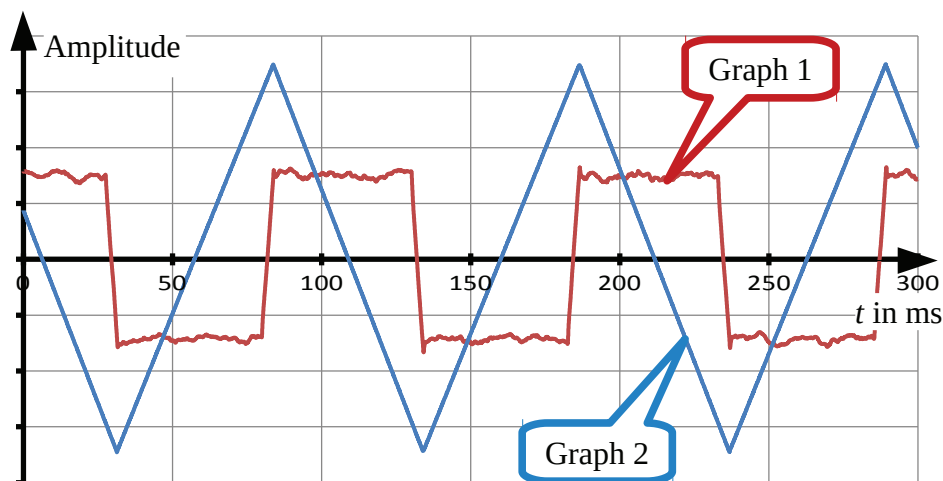

Abbildung 3: Zeitlicher Verlauf von Magnetfeldstärke B in der Primärspule und Spannung U an der Sekundärspule in einem gemeinsamen Koordinatensystem.
- 1.6 Wenn man keinen sinusförmigen elektrischen Strom in der Primärspule verwendet, kann man ein Messergebnis wie in Abbildung 3 erhalten.